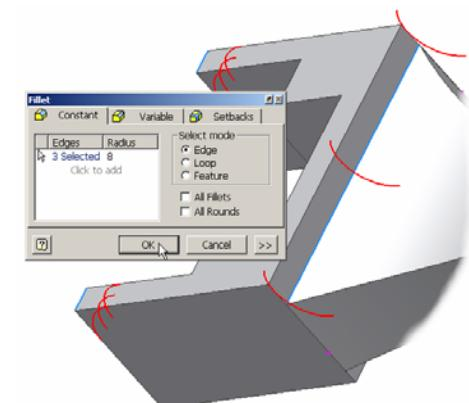

Figura 2.14.17.
Se punctează icoane **Fillet** din panelul **Part Features**, în fereastra **Fillet** vor fi selectate/specificate opțiunile operației, figura 2.14.17:
- se selectează succesiv cele trei muchii evidențiate în figura 2.14.17.